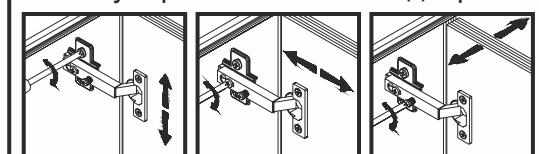

Рис. 4
- 5.33 Навесить двери на боковые стенки **1** и **2**, совместив петли шарнирные **a2** с направляющими петель **b1** (см.рис.4). При необходимости отрегулировать положение дверей, вращая регулировочные винты на петлях и направляющих петель.